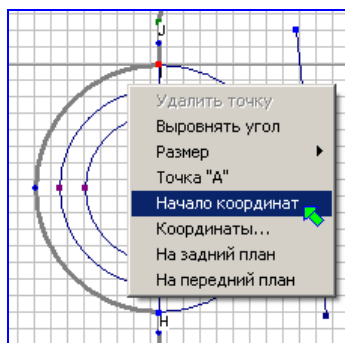

Рис.3.16
- Установка локальной системы координат – определение точки, относительно которой могут быть установлены координаты любого выбранного элемента (точки) (рис. 3.16).